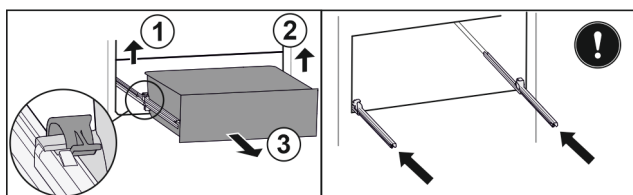

Fig. 231
- Sollevare il morsetto sinistro e allo stesso tempo tirare in avanti il cassetto sinistro. Fig. 231 (1)
- Sollevare il morsetto destro e allo stesso tempo tirare in avanti il cassetto destro. Fig. 231 (2)
- Rimuovere il cassetto tirandolo in avanti. *Fig. 231 (3)*